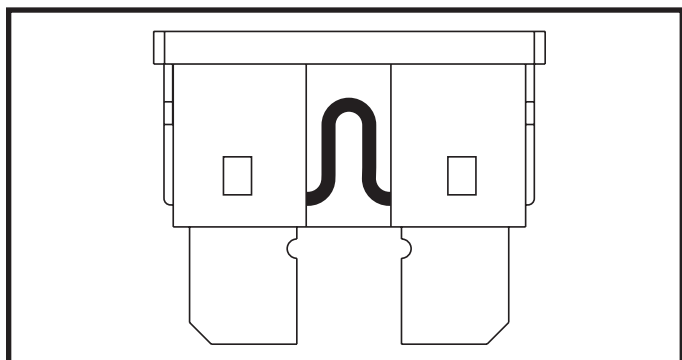

Figure 24. Fusible en bon état
2. Examinez-le pour vérifier s'il est brûlé. Voir les figures 24 et 25.